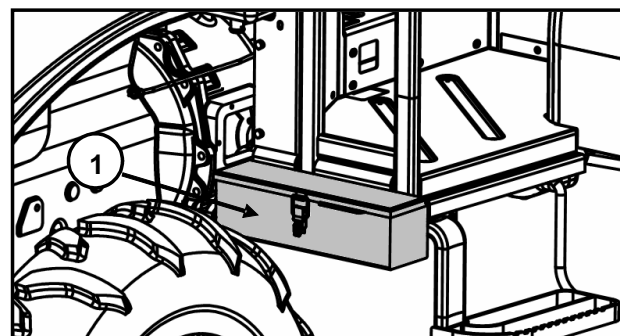

Fig.3-11
- ① Kutija za alat sadrži set alata neophodan za svakodnevno održavanje (Fig.3-11)